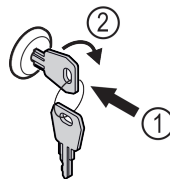

Fig. 110
- Paina avain lukkoon Fig. 110 (1).
- Kierrä avainta 90° myötäpäivään Fig. 110 (2).